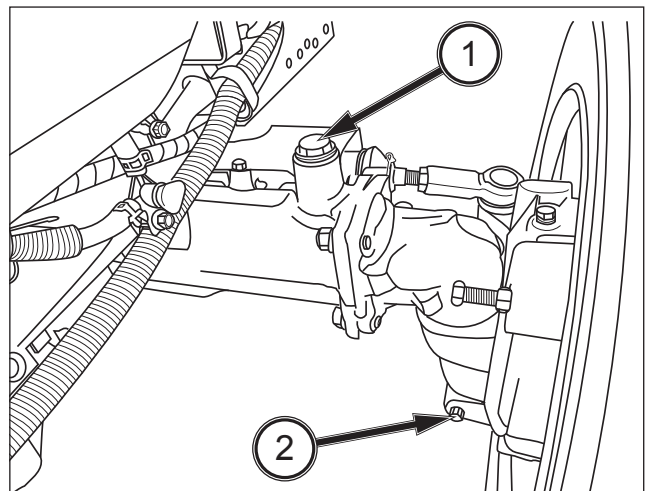

FIG. 113
FIG. 113 : pour vérifier le niveau d'huile - Garez le tracteur sur un sol plat, puis retirez le bouchon de remplissage (1). Fusible que le niveau d'huile se trouve au milieu de l'arbre d'entraînement. Si nécessaire, remplissez d'huile à partir de l'orifice de remplissage.